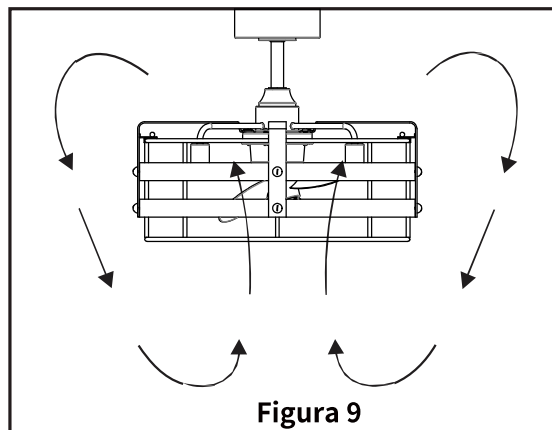

Figura 9
- Clima frío - (Inverso) Un flujo de aire ascendente desplaza el aire caliente de la zona del techo como se muestra en. (Figura 9)